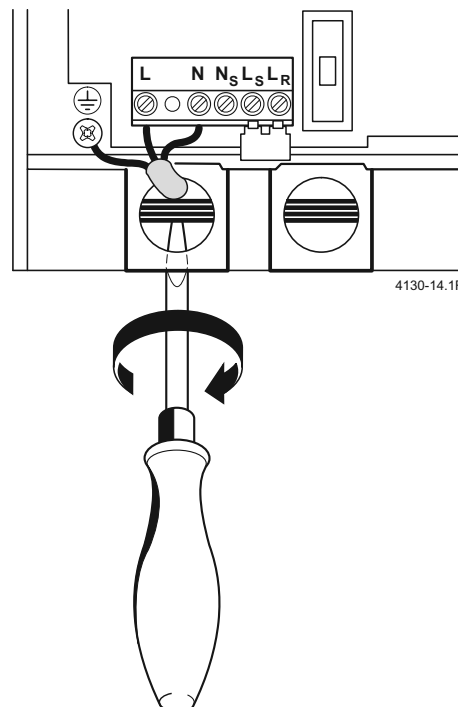

Fig. 38
- Fare passare il cavo attraverso la guarnizione del passacavo e collegarlo come da fig 38.